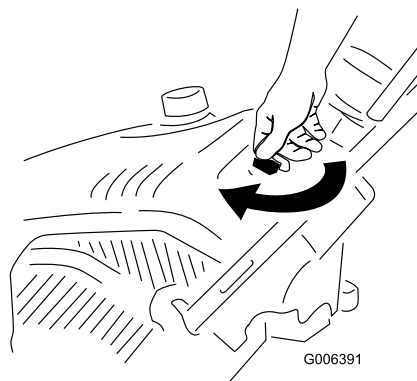

Рисунок 11
1. Поверните ключ зажигания по часовой стрелке в положение On (Включено Рисунок 11).